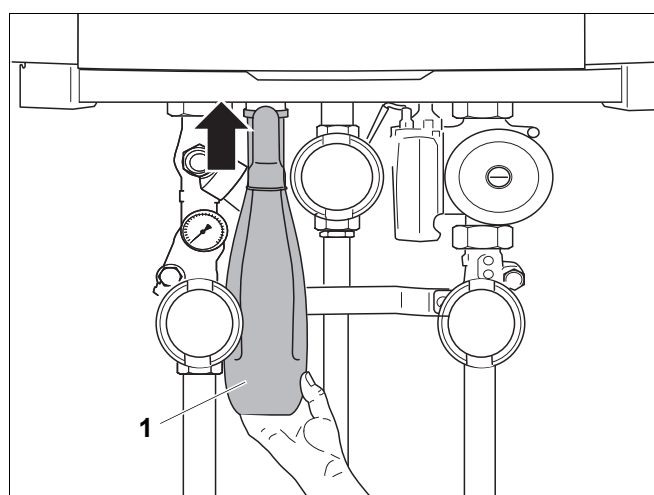

Рис. 17 Монтаж сифона
- Смонтировать сифон (рис. 17, **поз. 1**) на подключении для отвода конденсата (АКО).